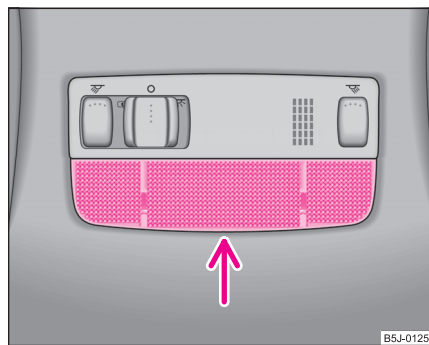

Fig. 176 Demontarea lămpii din interior
- Trageți geamul lămpii în jos (vezi săgeata) de pe carcasă ⇒ fig. 176.